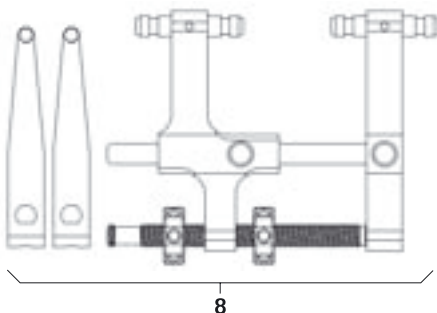

Abb. 12
- Distraktor **8** mit Distraktionsblättern montieren, siehe Abb. 12.